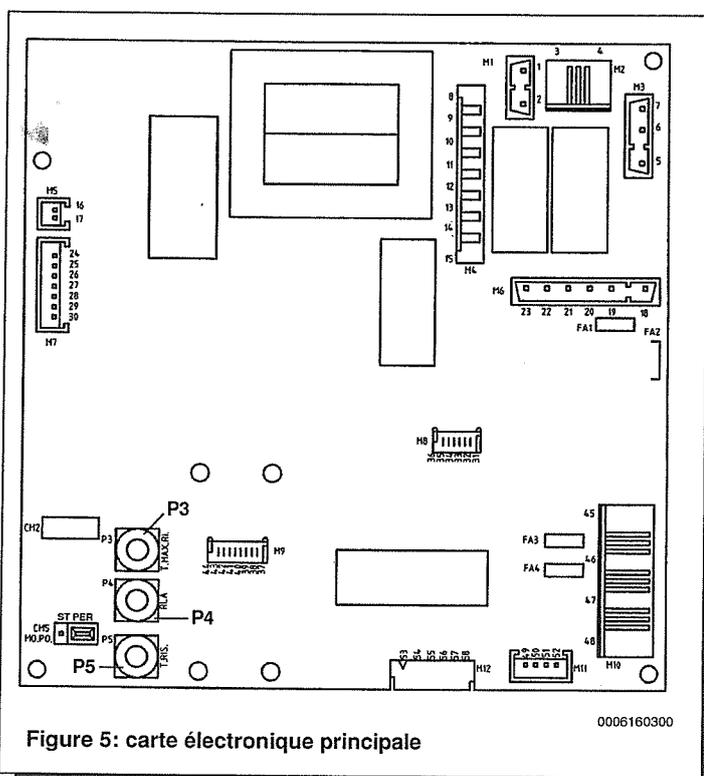

Figure 5: carte électronique principale
- A cette phase, il est possible de régler la valeur de pression, en accédant à l'intérieur du boîtier électrique comme décrit au paragraphe 6.2 et en opérant sur la vis du potentiomètre P4 RLA (Figure 5) située sur la carte électronique principale, jusqu'à atteindre la valeur d'allumage lent indiquée dans le tableau I en fonction du gaz et du modulateur de chaudière.
- Accéder à l'intérieur du boîtier électrique comme décrit au paragraphe 6.2: "Branchement électrique... Accès au boîtier électrique" et opérer sur la vis du potentiomètre T. MAX. RI. (Figure 5) située sur la carte électronique principale, jusqu'à atteindre la valeur de pression aux brûleurs indiquée dans les tableaux II en fonction de la puissance et du modèle de chaudière.